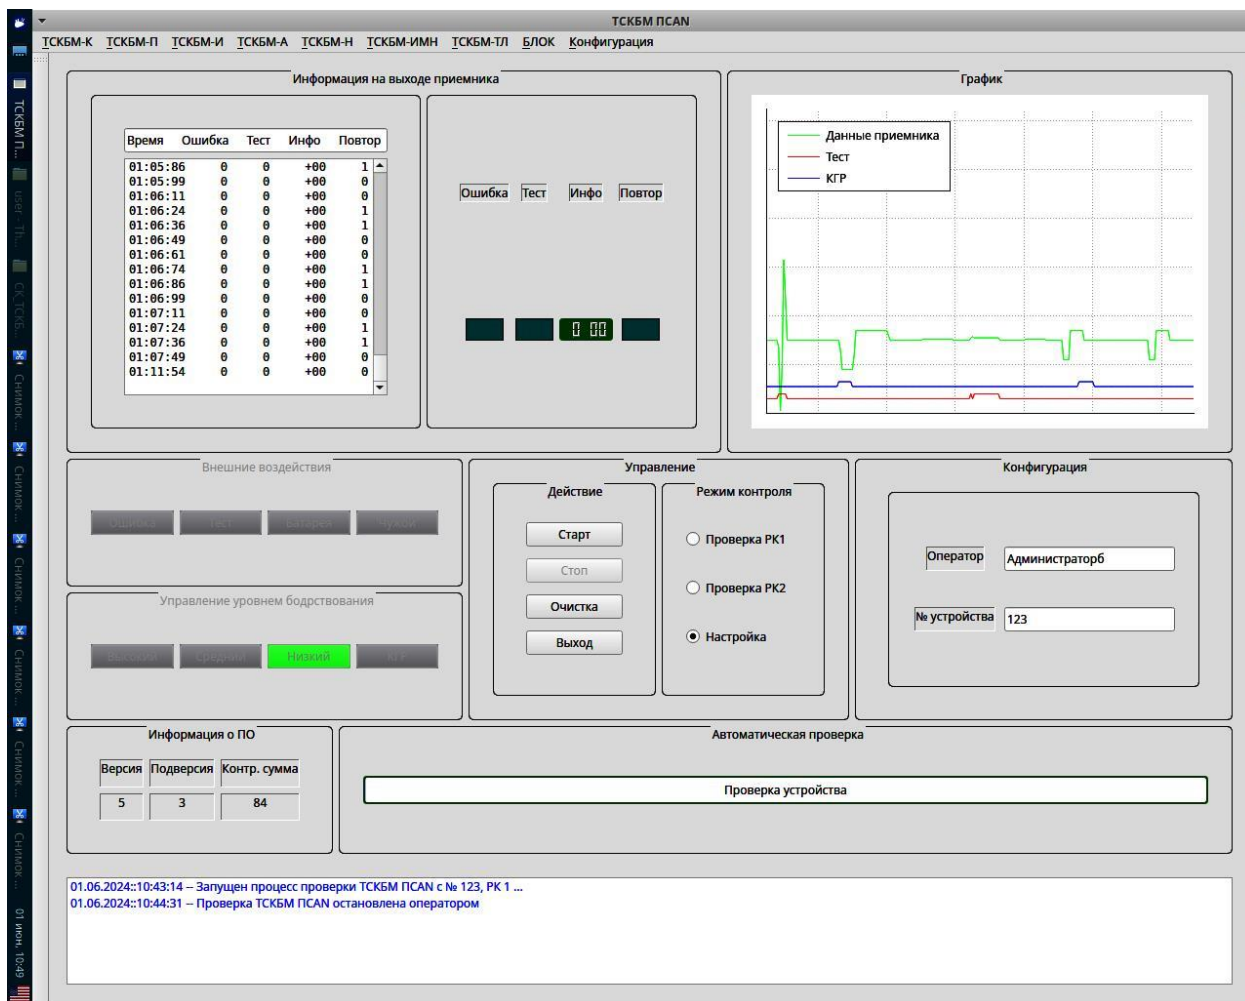

Рисунок 3.2.12.7 - Окно проверки прибора ТСКБМ-ПСАН в режиме «Настройка»
2) Нажмите «ОК» на сообщении системы (рисунок 3.2.12.6). Кликните мышью метку «Настройка» на панели «Режим контроля» окна проверки прибора ТСКБМ-П (рисунок 3.2.12.7).